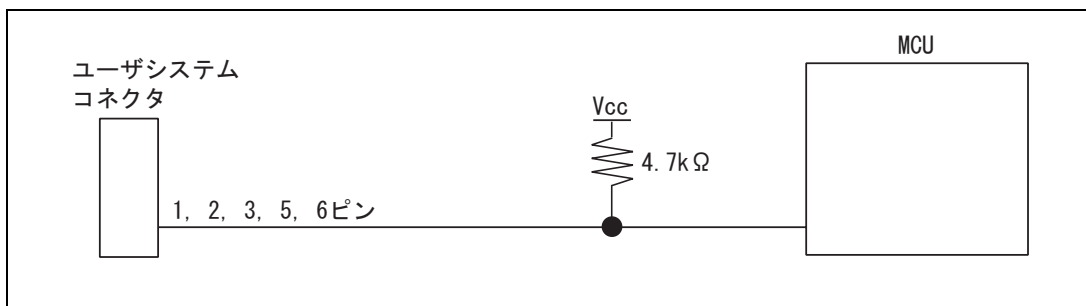

図 1.4 E10A-USB エミュレータと MCU の接続
3. ユーザシステムコネクタの4ピンのRES(in)#端子はE10A-USBエミュレータがMCUに対して出力する信号線です。ユーザシステム上のリセット回路と4ピンのRES(in)#端子を図1.4のようにして、MCUに結線してください。また、ユーザシステムコネクタの7ピンのRES(out)#端子はE10A-USBエミュレータがMCUのRES#端子をモニタする信号線です。プルアップの上、ユーザシステムコネクタの7ピンに結線してください。